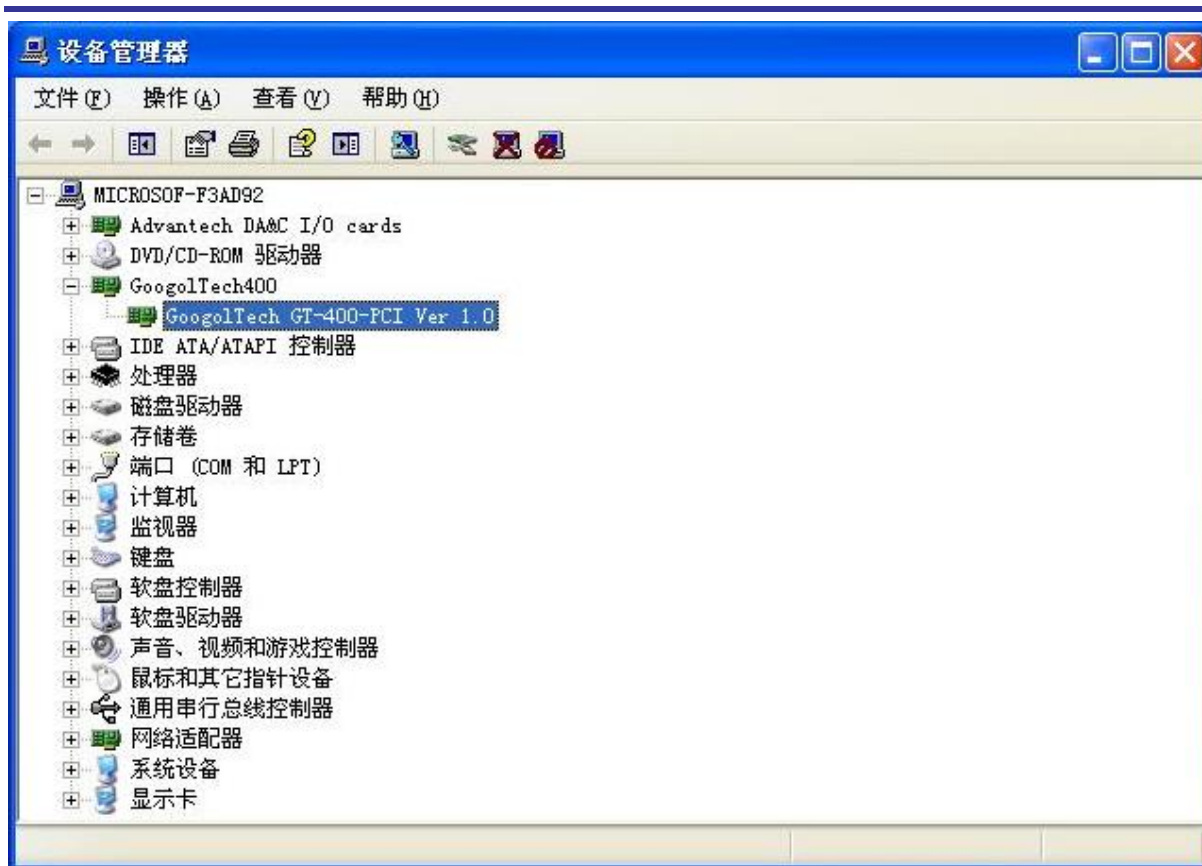

图 2-10 运动控制卡驱动程序安装完成界面 10
(10) 安装成功后，打开设备管理器，可以看到驱动已经安装成功，如图 2-10 所示。